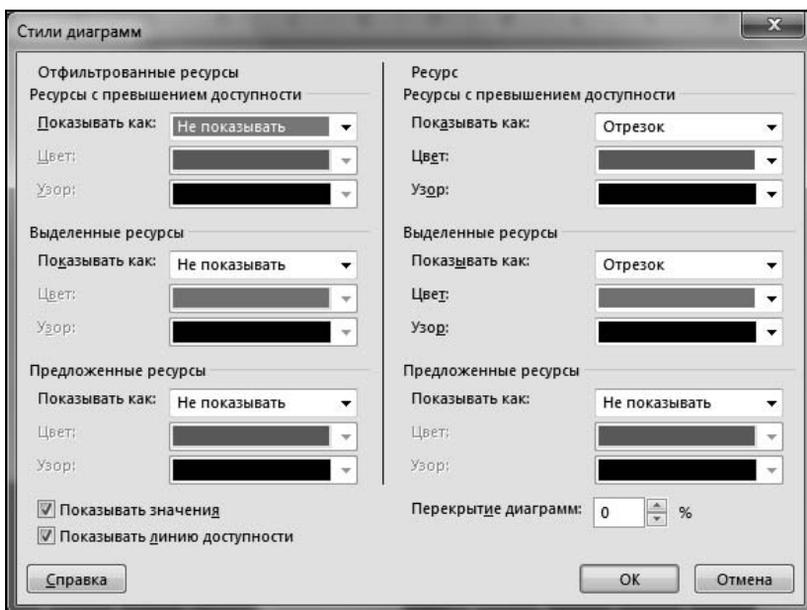

Рис. 4.31. Диалоговое окно стилей диаграмм
- Установить указатель мыши в правую часть экранной формы с диаграммой загрузки ресурсов и щелкнуть правой кнопкой мыши. Открывшееся контекстное меню показано на рис. 4.31. Вся информация графика и связанных с ним установок форматирования относится к значениям выбранного (при помощи *алгоритма 4.22*) показателя. При выборе другого показателя форматировать график придется заново с помощью следующих пунктов данного алгоритма — эти установки действуют только на график выбранного показателя и сохраняются только для него. В данном алгоритме особенности форматирования описаны на примере показателя совокупных затрат.
Итак, под общим заголовком **Отфильтрованные ресурсы** (см. рис. 4.31) находятся: